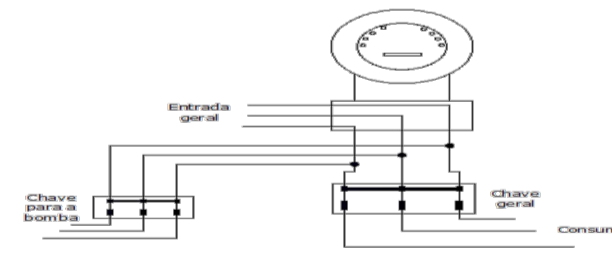

Figura 9 - Esquema de ligação elétrica da bomba de incêndio
**6.4.2.1** A alimentação dos motores elétricos deve ser independente do consumo geral da edificação (Figura 9).